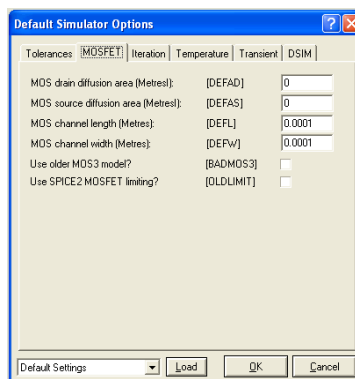

Рис.6
- Вкладка **MOSFET** (Рис.6). На этой вкладке сосредоточен ряд параметров, определяющих в **SPICE** геометрические размеры **MOSFET** элементов при условии, что они расположены на подложке интегральной микросхемы. Именно поэтому здесь даны значения в метрах. Здесь наиболее значимо то, что установкой галочек можно задавать значения для старых версий моделей **SPICE** или для новых **SPICE2**.